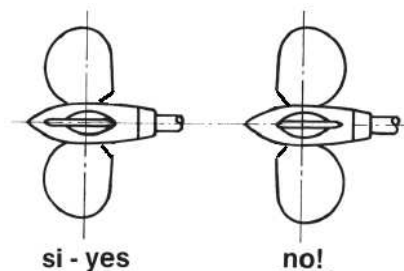

Fig. 2
- Mueva las palas hacia la posición "en bandera" asegurándose que la parte redondeada de las palas está según aparece en la fig. 2.
- En la posición "en bandera" la que adoptará cuando el barco navegue a vela, las palas deben estar perfectamente alineadas y con el aspecto de la fig. 2